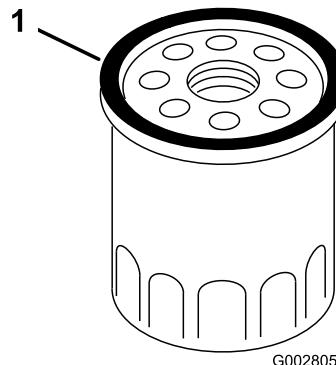

Figura 25
- Usando el dedo, unte la junta del filtro nuevo con aceite (Figura 25).